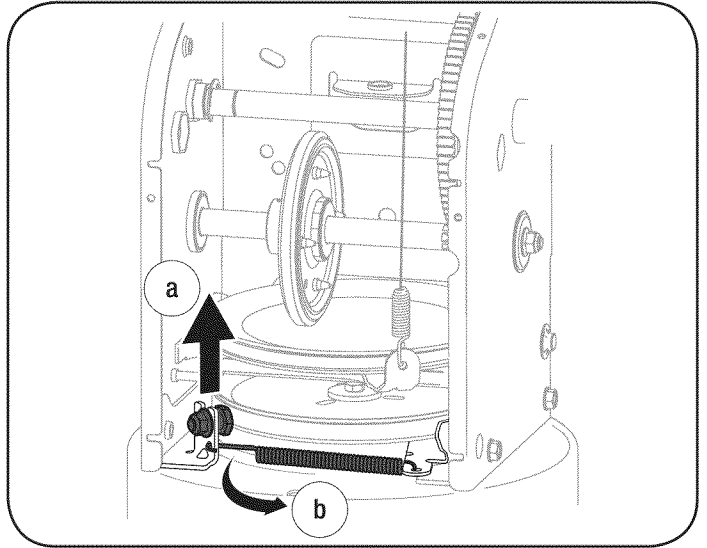

Figura 24
6. a. Afloje y retire el tornillo con reborde que actúa como guarda de la correa. Vea la figura 24.